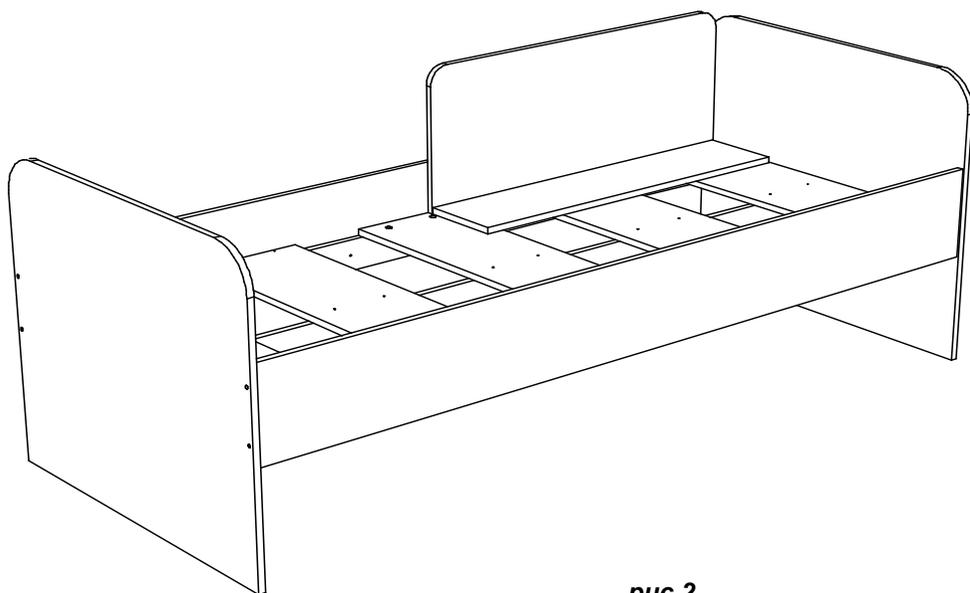

рис.2
2. Установить ограждение на основание кровати (рис.2).